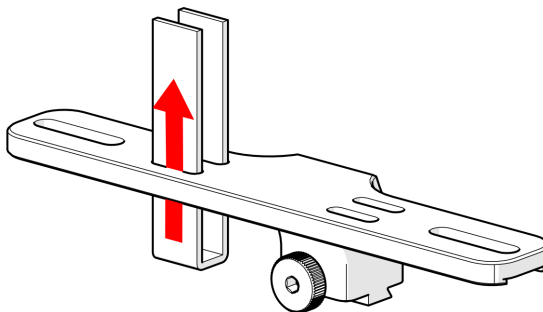
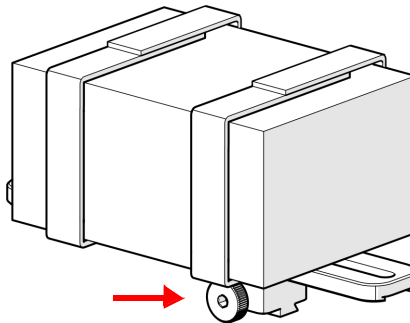

Abbildung 2-125 Einsetzen der Klettbänder
Abbildung 2-127 Knopf zur Befestigung der Vorverstärkerhalterung an der Rahmenleiste
Die Vorverstärkerhalterung lässt sich an jeder Schwalbenschwanznut befestigen, um einen Vorverstärker zu halten. Kompatibilität mit den meisten Standard-Vorverstärkern: Verwenden Sie den verstellbaren Schraubenkanal an der Unterseite der Halterung, um einen Vorverstärker zu befestigen. Die Vorverstärkerhalterung kann auch mit Klettbandern zur Befestigung des Vorverstärkers bestellt werden (siehe Abbildung 2-125 auf Seite 127 bis Abbildung 2-127 auf Seite 128).
1. Führen Sie die Klettbänder wie in Abbildung 2-125 auf Seite 127 ein.
3. Befestigen Sie die Halterung an einer Rahmenleiste und ziehen Sie den Schwenkknopf fest (siehe Abbildung 2-127 auf Seite 128).